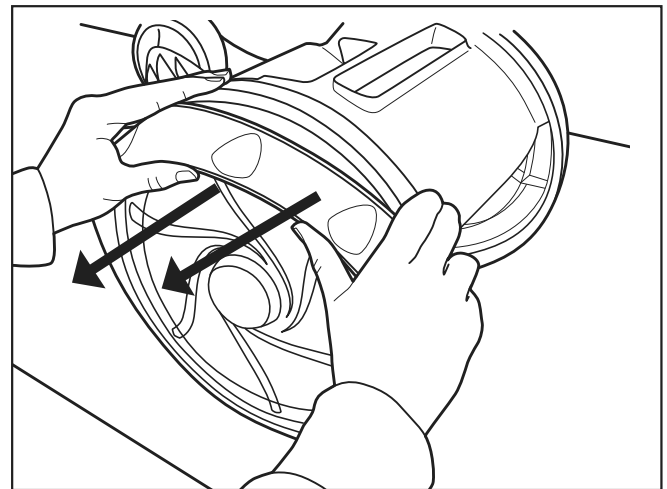

Figura 18. Quite el neumático viejo del limpiador
2. Quite el neumático viejo, como se muestra en la Figura 18.